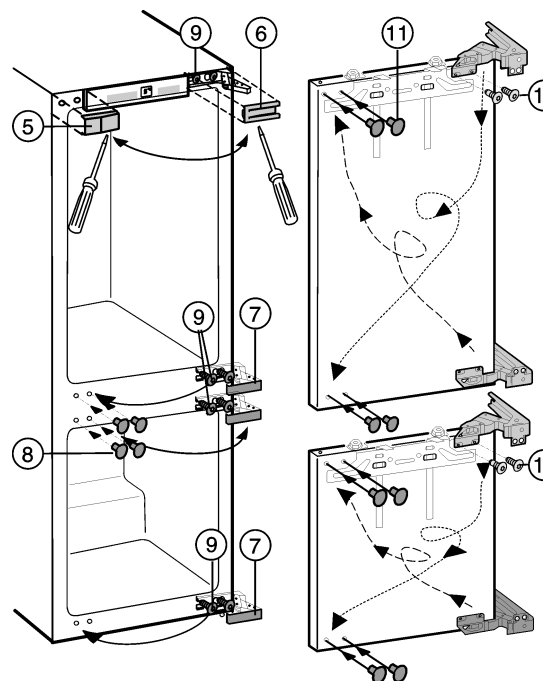

Fig. 2
- ▶ Desmonte hacia delante las cubiertas Fig. 2 (5,6,7,8) con un destornillador para tornillos de cabeza ranurada.
- ▶ Afloje únicamente los tornillos Fig. 2 (9) superiores e inferiores del cuerpo del aparato.
- ▶ Atornille ligeramente los tornillos Fig. 2 (9) que va a reinstalar en el lado opuesto.
- ▶ Retire los tornillos Fig. 2 (10) y dé la vuelta a la bisagra en diagonal.
Los tornillos Fig. 2 (10) son autocortantes: Utilice un destornillador a pilas.
- ▶ Cierre los orificios de sujeción abiertos con Fig. 2 (11) tapones.
- ▶ Enganche las puertas en los tornillos Fig. 2 (9) previamente montados y apriete firmemente los tornillos.
- ▶ Vuelva a montar todas las cubiertas Fig. 2 (5,6,7,8).